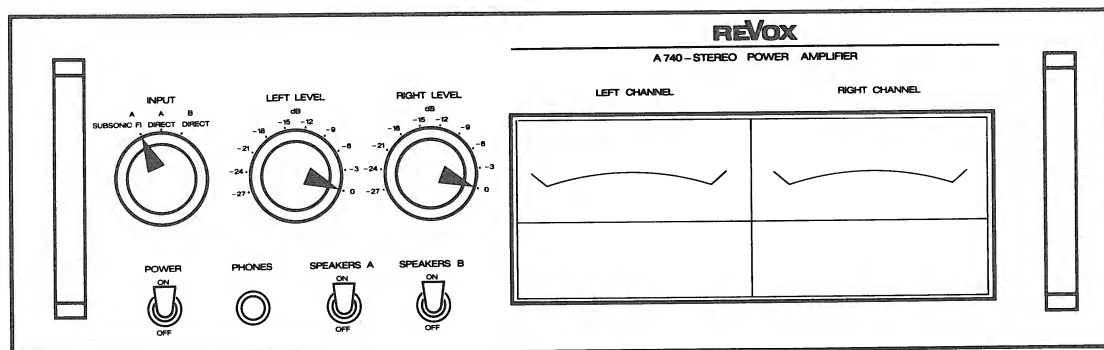

Fig. 5.1.—1
- Bedienungselemente nach Fig. 5.1.—1 einstellen.
- NF-Voltmeter an Ausgang LEFT CHANNEL (16) anschliessen.
- NF-Generator an Eingang LEFT CHANNEL (12) anschliessen.
- Adjust operating controls as per fig. 5.1.—1.
- Connect audio voltmeter to output LEFT CHANNEL (16).
- Connect audio generator to input LEFT CHANNEL (12).
- Organes de commande selon la fig. 5.1.—1.
- Voltmètre BF à la sortie LEFT CHANNEL (16).
- Générateur BF à l'entrée LEFT CHANNEL (12).